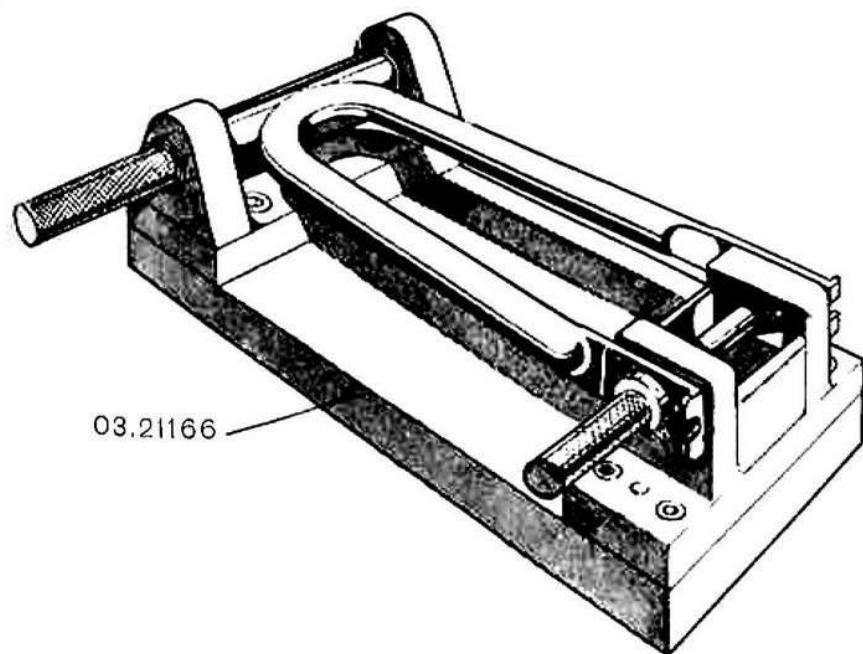

Fig. 109 - Dima controllo forcella posteriore.
1) Per la rimessa in squadra vale quanto è stato detto per il telaio (fig. 109).